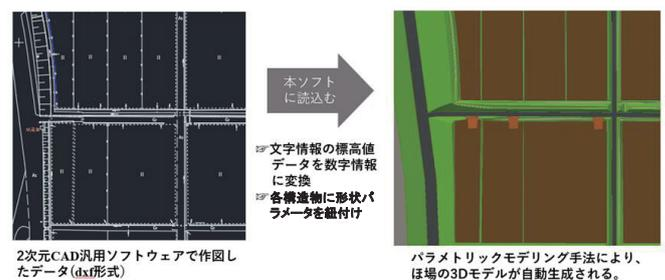

図1 2Dデータから3Dモデルへの変換
- 従来の2次元汎用ソフトを用いて、標高値を含む構造物の骨格線データを作成し、本ソフトに読み込ませることで、瞬時にほ場、農道などを自動的に3次元モデルに変換できます(図1)。